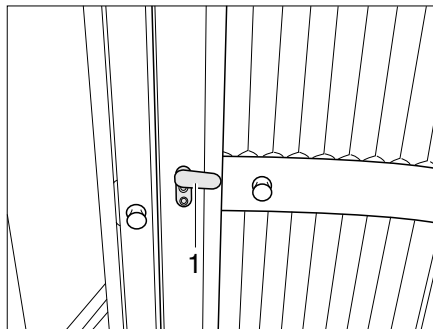

Fig. 366 Toilettes Vario, porte des toilettes
- Placer le verrou (Fig. 366,1) de la porte des toilettes en position verticale et rabattre la partie interne de la porte cellule des toilettes.
- Tourner la partie intérieure vers la porte des toilettes et placer le verrou (Fig. 366,1) en position horizontale pour le verrouiller.